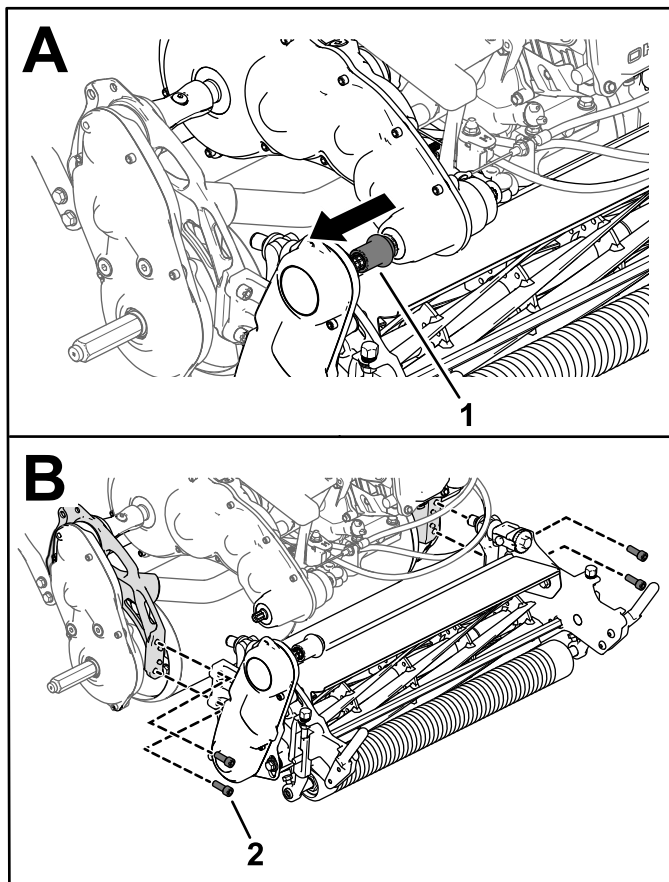

Figura 50
3. Liberte o acoplador da transmissão da unidade de corte para o veio da transmissão (Figura 50).
4. Retire os parafusos de cabeça sextavada interior que prendem a unidade de corte à estrutura (Figura 50).